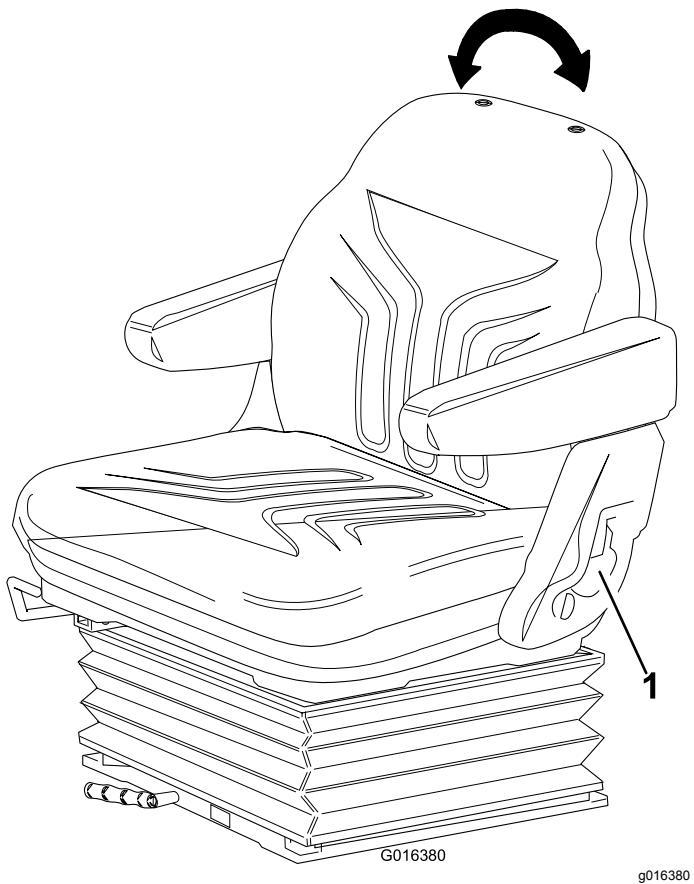

Bild 14
- **Rückenlehneinstellung:** Ziehen Sie den Griff nach außen, um den Winkel der Rückenlehne anzupassen. Lassen Sie den Griff los, damit die Rückenlehne in der gewünschten Stellung einrastet (Bild 14).